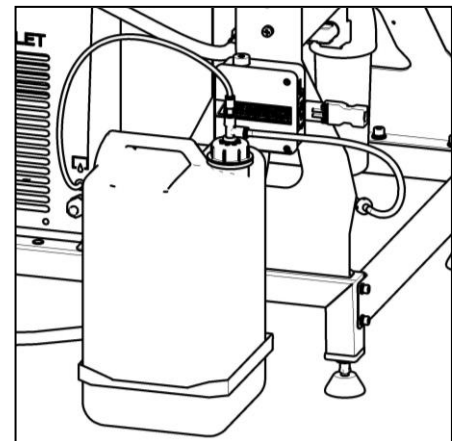

Рис.10
- Подключите шланги от водоотделителя и конденсатоотводчика на осушителе к соединителям на клапанах канистры (рис. 10).